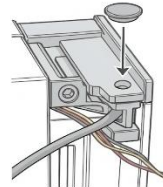

Fig 4
4. Vend tilbage til det øverste hængsel. Støt vægten af glassdøren med én hånd, så den ikke falder. Brug dit værktøj til at skrue eller trykke på den øverste hængselstift for at frigøre dørens øverste drejepunkt. (Fig. 4)
6. Træk forsigtigt den indvendige ledningsnet ud fra det øverste hjørne på den nye side. Skru disse ledninger korrekt gennem kanalen i det øverste hængselbeslag, før du monterer det. Juster det øverste hængselbeslag på rammen, så ledningerne forbliver klare og ikke klemte. Stram den første skrue i hånden for at holde den på plads. (Fig. 4)
4. Gå tilbage til det øverste hjørne af skabet. Sæt din unbrakonøgle i hullet til den øverste hængselstift. Drej den med uret for at spænde stiften helt, så toppen af døren er stabil. Find den lille plastklåg. Pres låget direkte ind i det øverste skruehul over den nyligt spændte hængselstift for at skjule beslaget og fuldende samlingen. (Fig. 4)